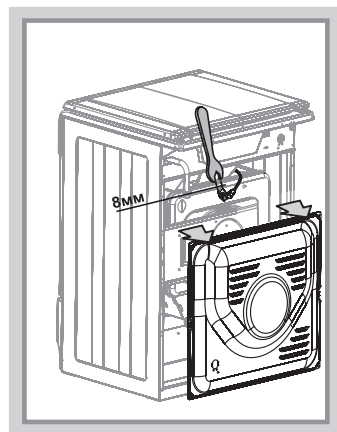

Рис.22
- при помощи ключа выкрутить и заменить сопло (рис.22).